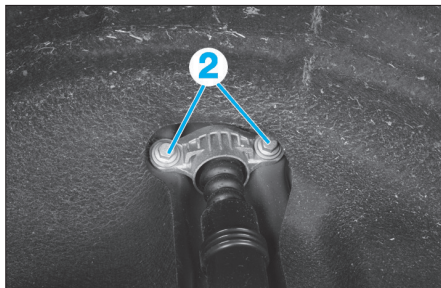

Fig. 45
- les vis de fixation supérieures (2) (Fig.45),